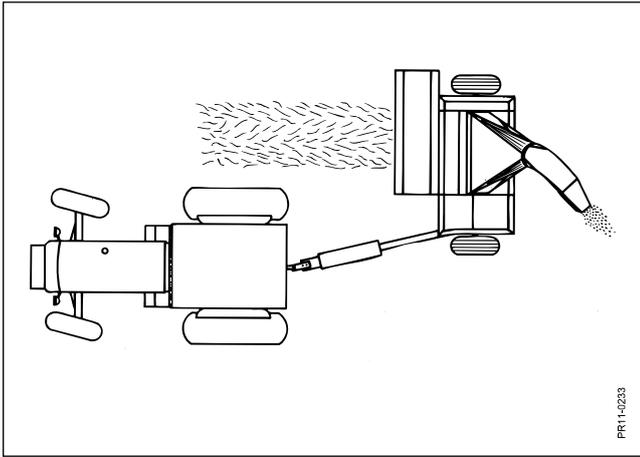

Fig. 5.1
**Fig. 5.1** Retirer la goupille fixant la barre d'attelage à l'aide de la corde qui est tirée au siège du tracteur, et déplacer la machine vers la droite en position désirée.